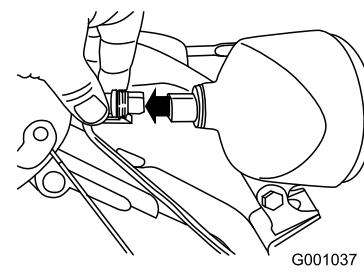

Bild 54
- Nehmen Sie den Kabelanschluss hinten am Scheinwerfer ab (Bild 54).